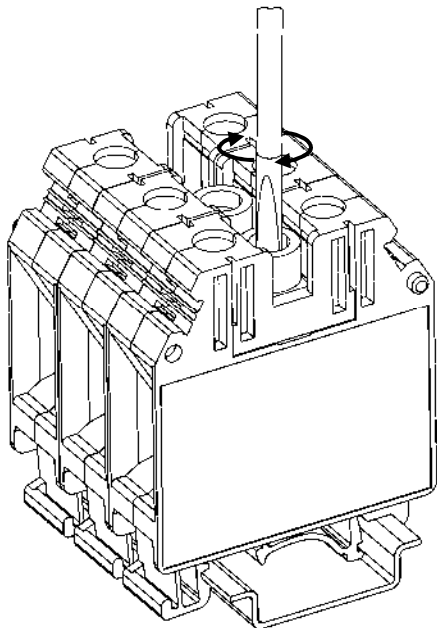
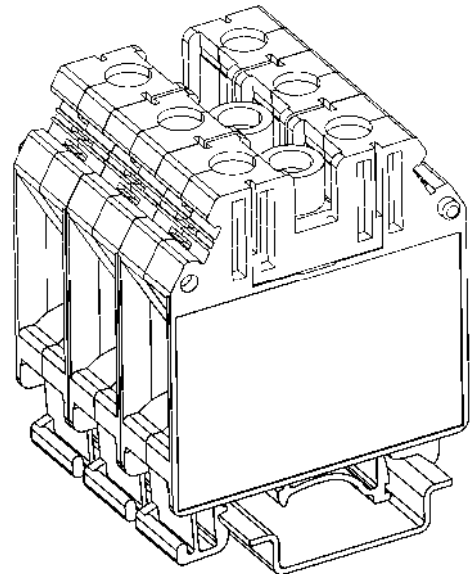

Рисунок 43 – фиксация винтовой перемычки
Рисунок 44 – установленная и зафиксированная винтовая перемычка
- Вставьте плоскую отвертку в круглое отверстие перемычки (размер шлица зависит от типа винтовой перемычки) и, закручивая винт отверткой по часовой стрелке, затяните каждый винт перемычки до момента фиксации (рис. 43; рис. 44).